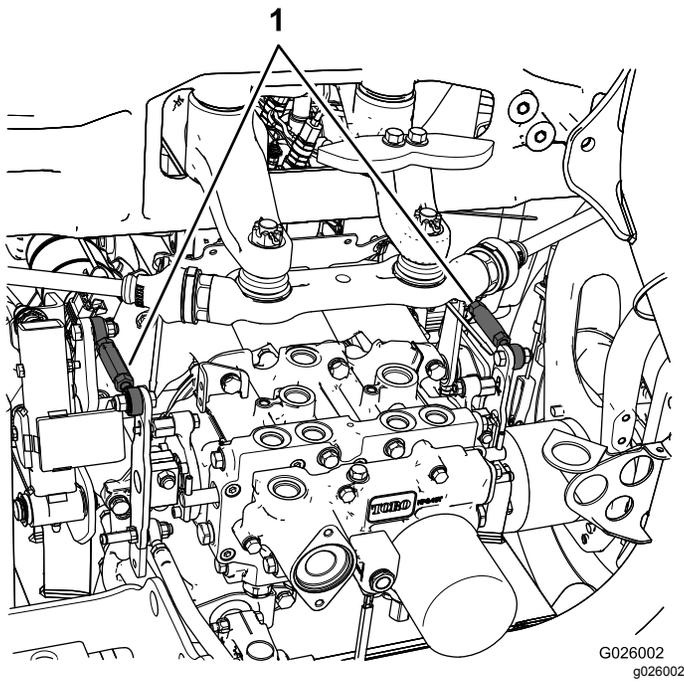

Figura 65
- Si el neumático trasero izquierdo está girando, afloje las contratueras de la varilla de control de la transmisión del lado izquierdo (Figura 65).